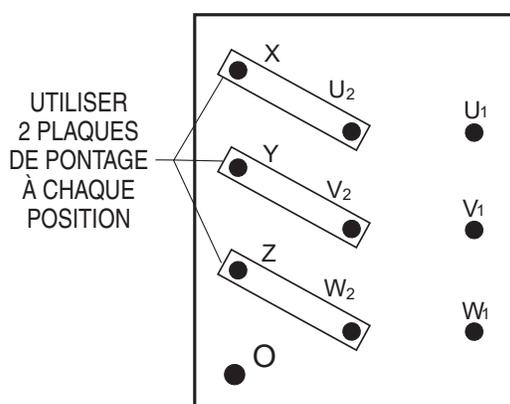

Figure 22. Carte de commutation de tension Configuration triphasée 480/277 volts
- Placez un **cavalier** sur la **carte de commutation de tension** pour un fonctionnement à **480 volts** comme indiqué dans Figure 22. Cette configuration utilise 6 plaques de pontage dans 3 positions différentes. N'oubliez pas qu'il y a 2 plaques de pontage à chaque position. Chaque plaque de pontage **doit être utilisée**.
- Assurez-vous que la **carte de commutation de tension** est jumelée pour un fonctionnement à **480 volts** comme indiqué dans Figure 22.